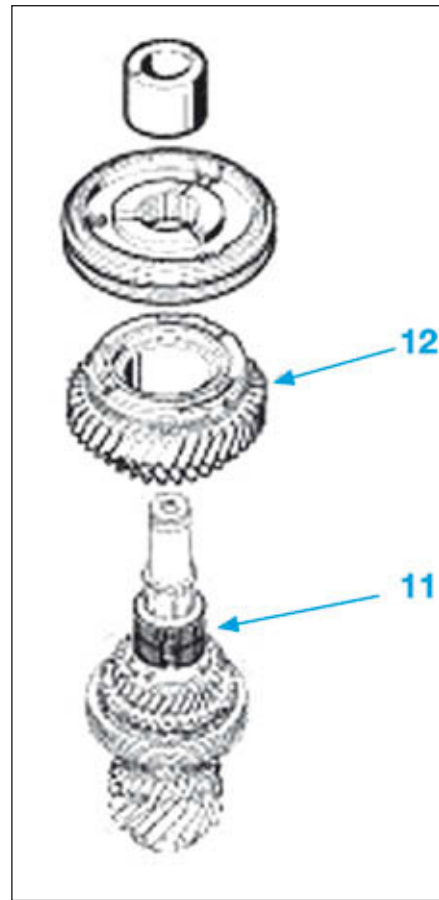

FIG.35
- Reposer le pignon fou de 5° (8) muni de sa synchronisation, la rondelle cannelée (9) puis la bague sous pignon fou de 2e (10) à l'aide d'un mandrin de diamètre approprié (indice "N") et appliquer une pression de 5 tonnes avec la presse d'atelier.
- Mettre en place la cage à aiguilles (11) (Fig.35) puis poser le pignon fou de 2° (12).